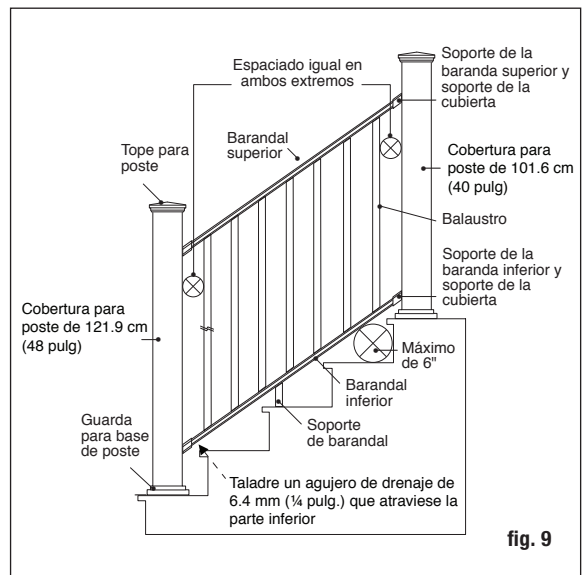
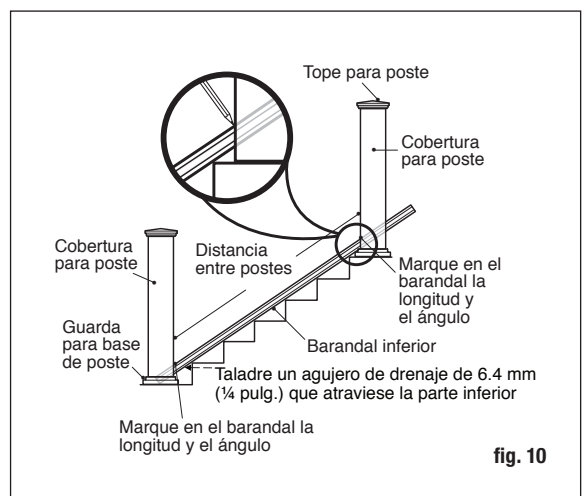

fig. 9
fig. 10
Paso 6 Mida la distancia entre las coberturas de poste instaladas para determinar la longitud de los barandales superior e inferior. Posicione el barandal inferior en los peldaños de la escalera al lado de los postes y ajústelo de modo que la distancia entre el primer agujero de balaustre y el poste sea mayor a 7 cm (2-3/4 pulg.) como mínimo, e igual en ambos extremos (fig. 9). Marque el barandal en la longitud y ángulo apropiado. Corte el barandal inferior. Corte el barandal superior a la misma longitud y ángulo (fig. 10). **Taladre un agujero de drenaje de 6.4 mm (1/4 pulg.) que atraviese la parte inferior del larguero, para evitar la acumulación de agua. Coloque el agujero cerca del extremo inferior del larguero, aproximadamente a 38 mm (1.5 pulg.) del extremo del larguero, para evitar el soporte inferior.**
Paso 7 Coloque las cubiertas de soportes del barandal apropiado y los soportes para escalera en los extremos del barandal inferior. Ponga especial atención a los soportes que utilice, ya que son diferentes dependiendo de si es el barandal superior o inferior y del ángulo hacia arriba o abajo. Determine la posición del soporte de barandal y fíjelo al barandal inferior. Sostenga el barandal inferior entre los postes en los peldaños de la escalera (fig. 10). Podría necesitar colocar cuñas iguales entre dos rebordes de peldaños para elevar el barandal inferior. Consulte los requisitos en su área. Generalmente, no puede permitirse que pase una esfera de 15.2 cm (6 pulg.) a través del triángulo formado por el barandal inferior, el travesaño y la contrahuella (fig. 9). Centre el soporte de la escalera en el poste. Usando el soporte de escalera como guía, marque las posiciones de los tornillos en la cobertura del poste y en el barandal en ambos extremos. Pretaladre agujeros guía de .32 cm (1/8 pulg.) a través de la cobertura de poste y del barandal. Sujete el soporte de escalera a la cobertura del poste usando cuatro tornillos cuadrados de cabeza plana #8 - 15 x 2" - #2 y luego sujete el soporte de escalera al barandal usando dos tornillos cuadrados autorroscantes de cabeza oblea #8-16 x 3/4" - #1.